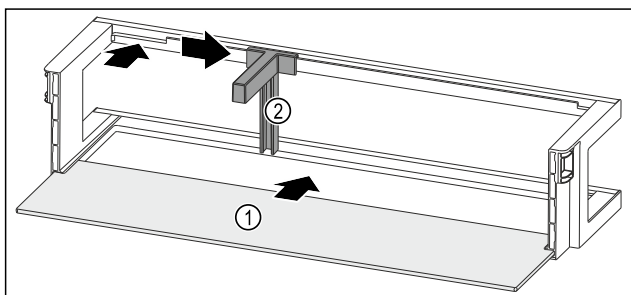

Fig. 206 Polica u vratima s policom za odlaganje
- ▶ Umetnite policu Fig. 206 (1) u bočna udubljenja.
- ▶ Držač za boce Fig. 206 (2) umetnite u otvor.
- ▶ Držač za boce Fig. 206 (2) pogurnite u željeni položaj na stranu.